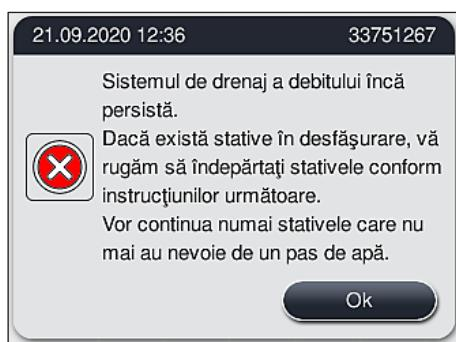

Fig. 125
3. Dacă blocajul nu poate fi îndepărtat în ciuda măsurilor de curățare, stațiile de apă sunt dezactivate din cauza nivelului critic de apă persistent. Stațiile de apă sunt afișate ca fiind defecte pe ecran. Pentru a anula unul sau mai multe programe, apăsați (→ "Fig. 123-2") sau (→ "Fig. 124-2") pentru a porni procesul de anulare controlat. Programele care nu necesită o etapă de apă sunt continuante până la sfârșitul procesului de colorare. Orice rack-uri rămase care necesită cel puțin o etapă de apă trebuie anulate și scoase din instrument. Confirmați următorul mesaj (→ "Fig. 125") apăsând **Ok**.